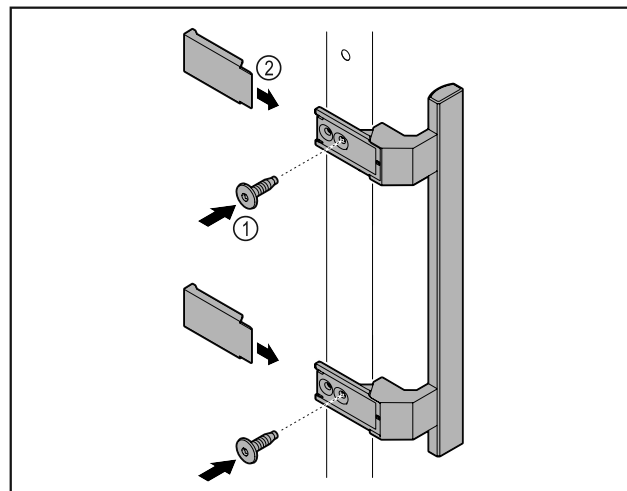

Fig. 7
- Madlo z přiloženého příslušenství upevněte na dveře pomocí přiložených šroubů Fig. 7 (1).
- Nasadte kryt Fig. 7 (2).